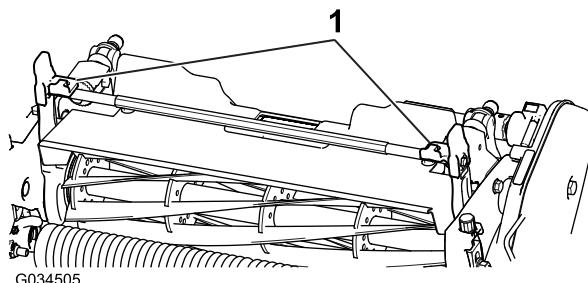
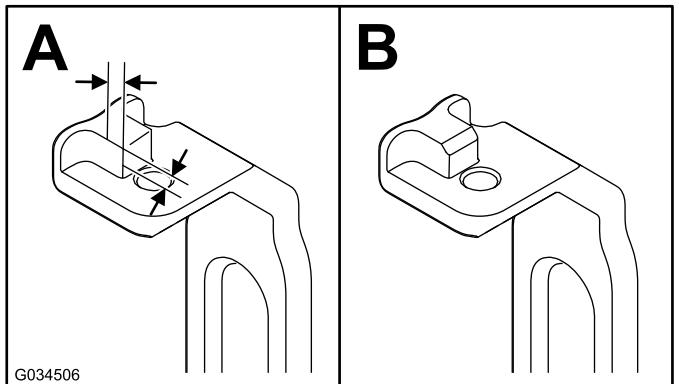

Figura 4
Figura 5
2. Su entrambi i bracci orientabili (Figura 4) misurate 2,3 mm sulle alette e limate l'angolo come illustrato nella Figura 5.